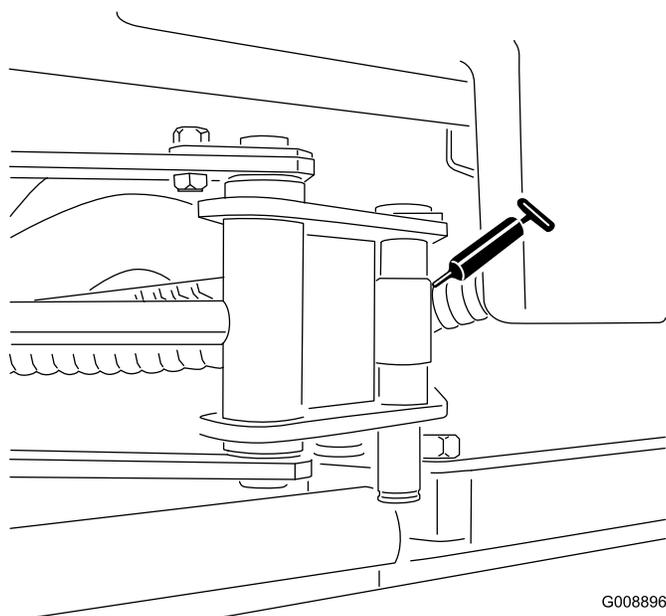

Figura 51
- Extremidades do cilindro do SideWinder (2; apenas modelo 03171) (Figura 51)